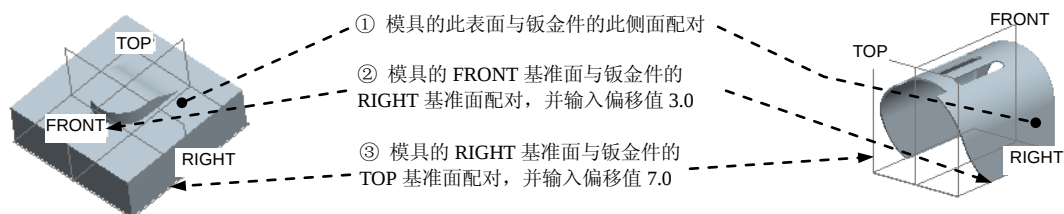

图 11.8.18 定义成形模具的放置
(1) 选择命令。选择下拉菜单 **插入(I) → 形状(S) → 凸模工具(F)...** 命令。
(2) 选择模具文件。在系统弹出的操控板中单击“打开”按钮 **📁**, 系统弹出“打开”对话框, 选择 D:\proewf5.1\work\ch11\ch11.08 目录下的 sm_ligiter_cover.prt 文件, 并将其打开。
(3) 定义成形模具的放置。
① 在 **放置** 选项卡中单击 **新建约束**, 在 **约束类型** 下拉列表中选择约束类型为 **配对**, 然后分别选取图 11.8.18 所示的配对面(图 11.8.18 所示的模具表面与钣金件的面配对), 在 **偏移** 下拉列表中选择 **重合** 选项。
② 在 **放置** 选项卡中单击 **新建约束**, 在 **约束类型** 下拉列表中选择约束类型为 **配对**, 然后分别选取图 11.8.18 所示的配对面(图 11.8.18 所示的模具 FRONT 基准面与钣金件的 RIGHT 基准面配对), 并在 **偏移** 下拉列表中选择 **偏移** 选项, 并在其后的文本框中输入偏移距离值 3.0。
③ 在 **放置** 选项卡中单击 **新建约束**, 在 **约束类型** 下拉列表中选择约束类型为 **配对**, 然后分别选取图 11.8.18 所示的配对面(图 11.8.18 所示的模具 RIGHT 基准面与钣金件的 TOP 基准面配对), 在 **偏移** 下拉列表中选择 **偏移** 选项, 在其后的文本框中输入偏移距离值 7.0。此时在 **放置** 选项卡中显示为 **完全约束**。
(4) 在操控板中单击“完成”按钮, 完成凸模成形特征 1 的创建。